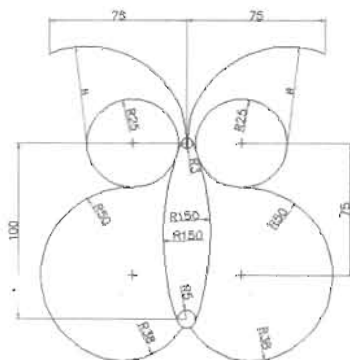

图 3-174
(4) 用 Circle (圆) 和 Trim (修剪) 命令绘制图 3-174 所示的图案。需要灵活运用辅助线, 图中的圆弧是通过绘制相切圆并进行修剪得到。